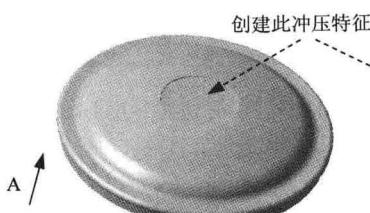

图 1.12 用户冲压 1
Step6. 创建图 1.12 所示的成形特征——用户冲压 1。
(1) 切换工作台。选择下拉菜单 **开始** → **机械设计** → **Generative Sheetmetal Design** 命令切换至“创成式钣金设计”工作台。
(2) 定义工作对象。在 **工作对象** 上右击，然后在弹出的快捷菜单中选择